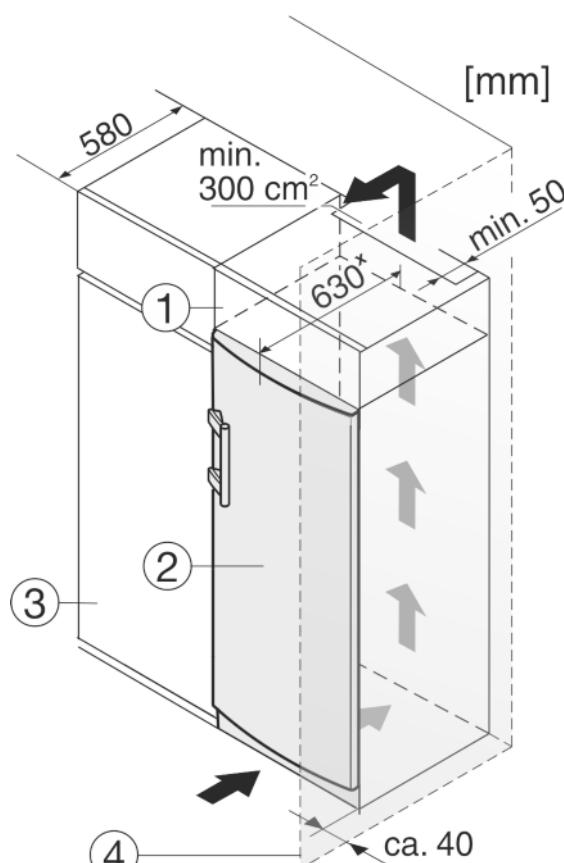

Fig. 10
Устройство может быть окружено предметами кухонной обстановки. Чтобы уравнять устройство Fig. 10 (2) по высоте с кухонной стенкой, можно установить над устройством соответствующий дополнительный шкафчик Fig. 10 (1).
При комбинировании с кухонными шкафами (глубина макс. 580 мм) устройство можно установить непосредственно рядом с кухонным шкафом Fig. 10 (3). Устройство выступает сбоку на 34 ммx и по центру на 50 ммx относительно передней стенки кухонного шкафа.
Если устройство установлено на шарнирах у стены Fig. 10 (4), то расстояние между устройством и стеной должно быть не менее 40 мм. Настолько выступает ручка при открытой дверце.